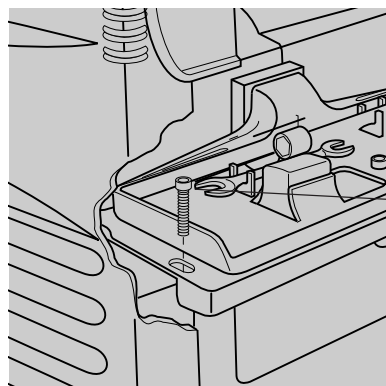

FIG. 15
- 3) Retirer les deux vis creuses près du plateau d'accessoires (fig. 15). Soulever et retirer soigneusement la chute d'évacuation des poussières.